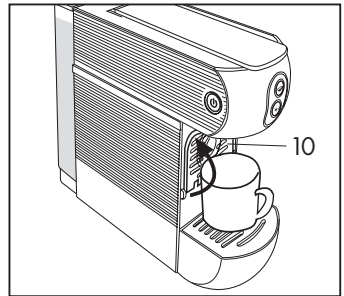

Abb. 5
- Stellen Sie sicher, dass keine Kapsel eingesetzt wurde und schalten Sie das Gerät über den Hauptschalter (11) ein.
- Schließen Sie die Halterung (10) für die kleine Tasse und stellen Sie eine große Tasse unter die Abgabetüse (4) **(Abb. 5)**
Um große Tassen zu verwenden, die Halterung (10) schließen und die Tasse direkt auf das Gitter der Tropfschale (5) stellen **(Abb. 5)**.